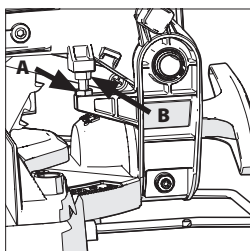

Fig. 12A + 12B
- Desserrez le contre-écrou sur la vis de butée du dispositif descendant de la tête de coupe avec une clé de 10 mm (non fournie). **(Fig. 12A)**